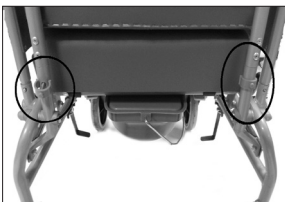

FIG. 3
- Fissare lo schienale con gli appositi volantini di serraggio (FIG. 3).